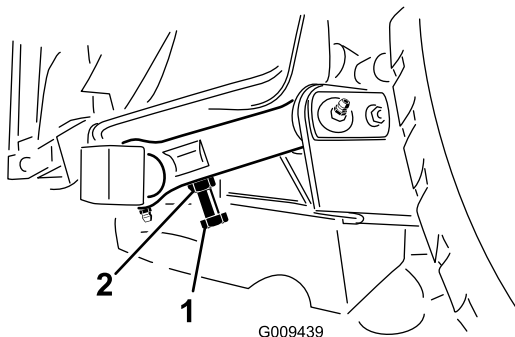

Figura 27
- Para ajustar a distância, localize o parafuso de ajuste existente na ligação articulada posterior da plataforma do cortador (Figura 27).